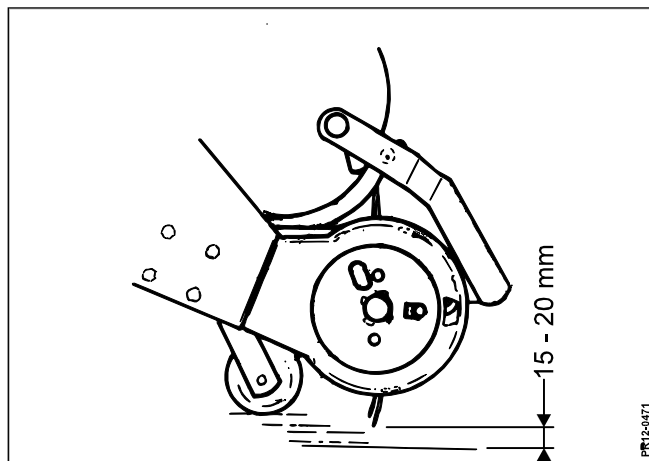

Fig. 6-7
**Fig. 6-7** Pickuppen er monteret med støtteruller af stål, som kan justeres i højden. Af fabrik er hjulene justeret så der er 15-20 mm luft mellem fjedre og et plant og fast underlag. Kontrollér jævnligt at pickupfjedrene ikke går længere ned end nødvendigt for effektivt at kunne opsamle skåret. Rammer fjedrene for hårdt i jorden slides disse hurtigt, og drevet af pickuppen kan overbelastes.